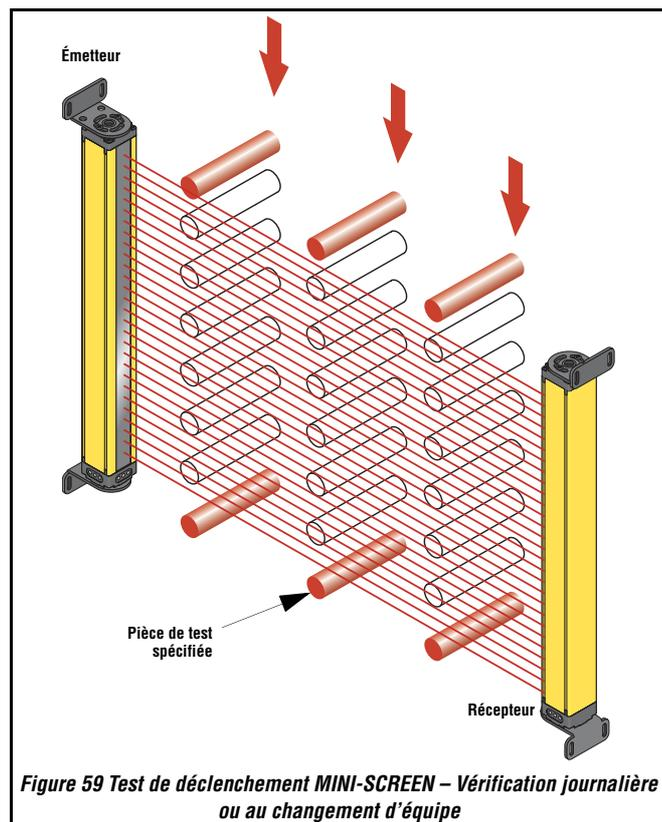

Figure 59 Test de déclenchement MINI-SCREEN – Vérification journalière ou au changement d'équipe
- 15) Faire passer la *pièce de test*, de haut en bas, en trois points de la *zone de détection* (voir Figure 59 en page 63) :